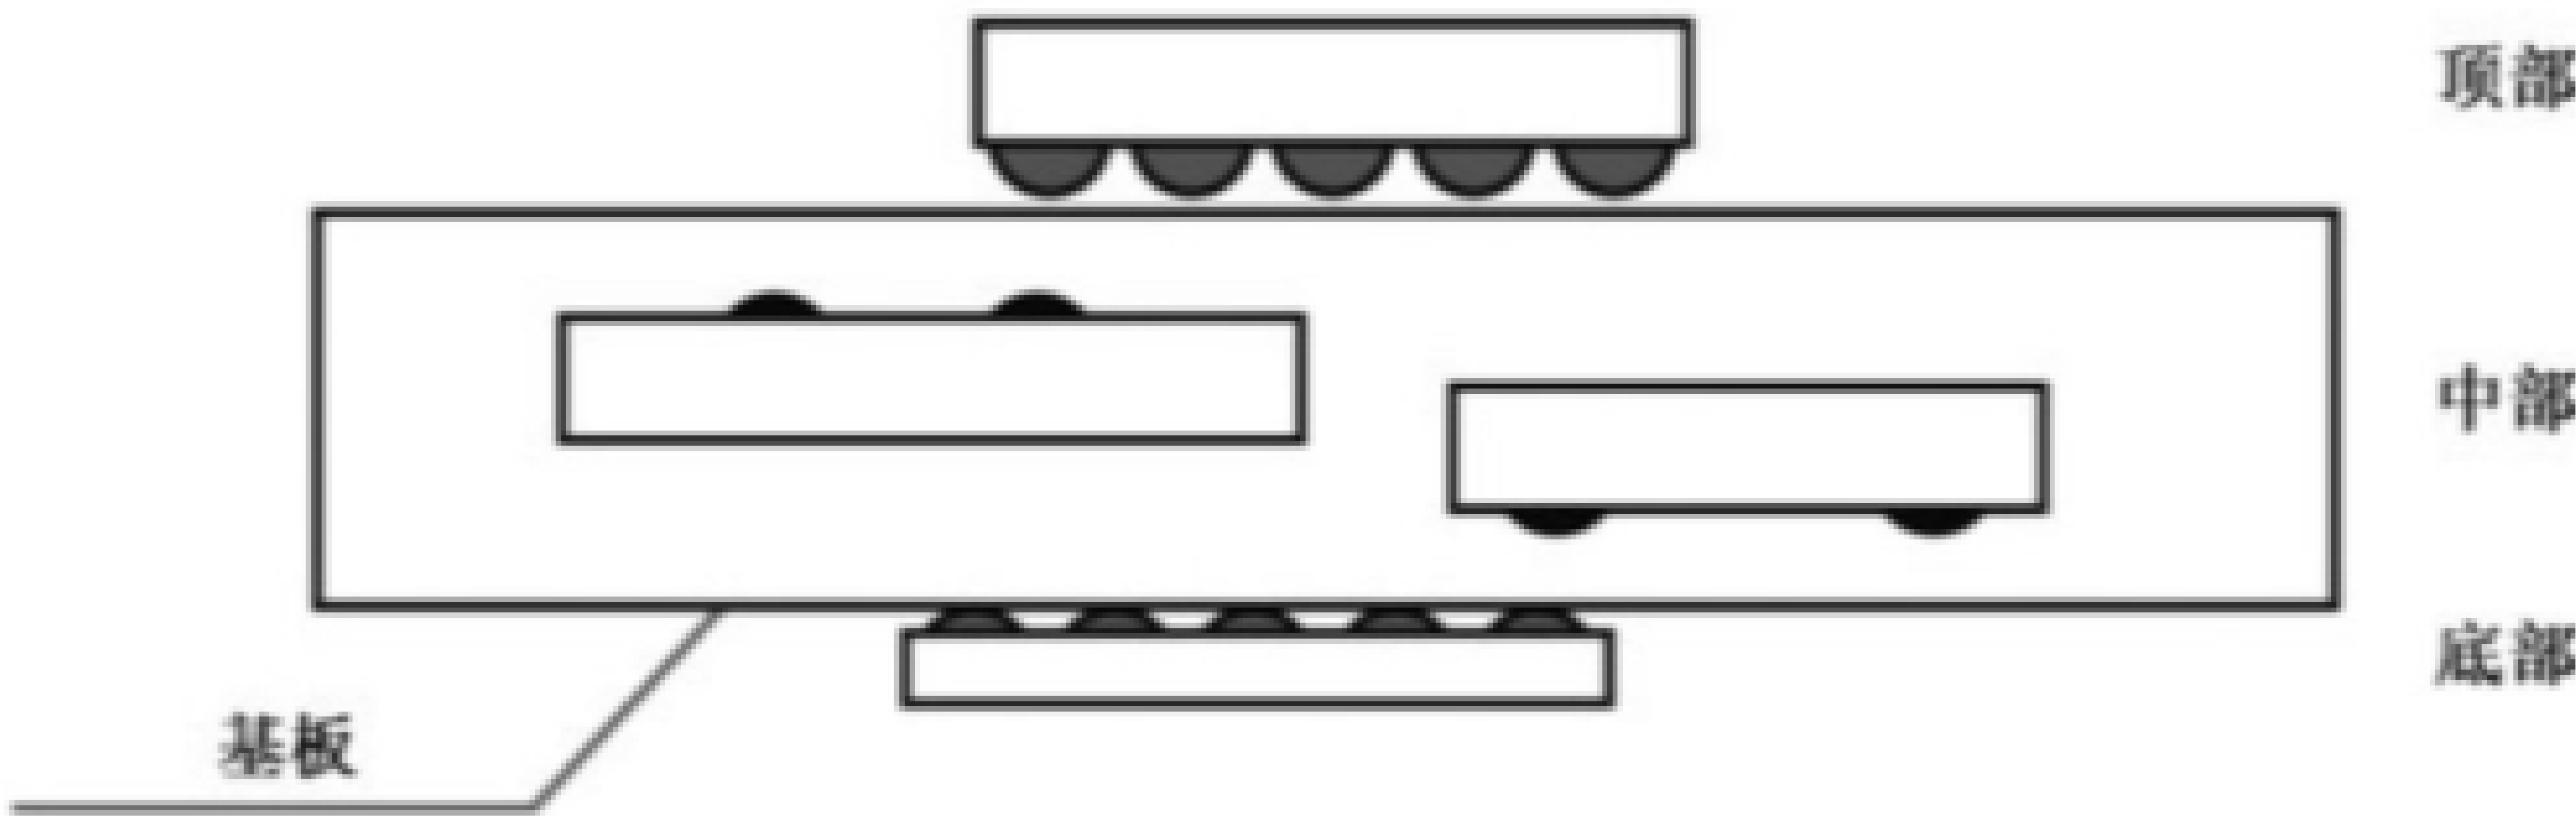

图 51 顶部和底部组件安装示意图
- j) mount:该属性指定模块的位置。当未指定安装层时,见图 51,该值应为以下值之一: